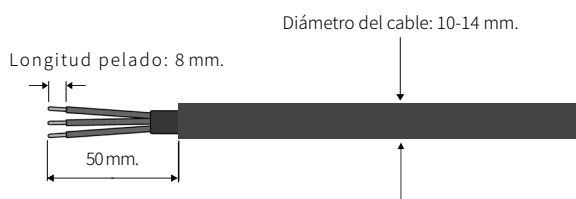

Fig. 28. Pelado del cable.
- b. De acuerdo con la tabla anterior, seleccione un cable apropiado, retire el manguito de aislamiento del cable de AC unos 50 mm y retire el aislante del extremo de los cables L/PE/N unos 8 mm, tal como se muestra en la Fig. 28: